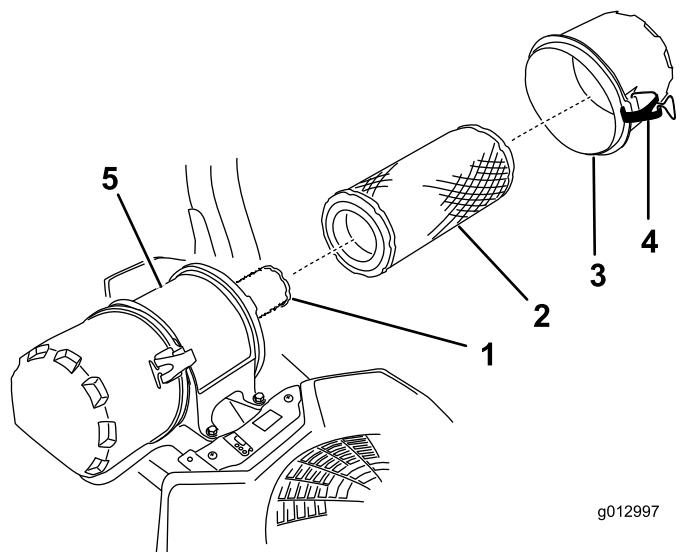

Figura 50
6. Abra los cierres del limpiador de aire y tire de la tapa de la entrada de aire para separarla del cuerpo del limpiador de aire (Figura 50).
8. Extraiga con cuidado el filtro primario de la carcasa del limpiador de aire (Figura 50).
- Si va a cambiar el filtro interno, deslícelo cuidadosamente en el cuerpo del filtro (Figura 50).
- Deslice cuidadosamente el filtro primario por encima del filtro interno (Figura 50).
- Instale la tapa del limpiador de aire y fije los cierres (Figura 50).